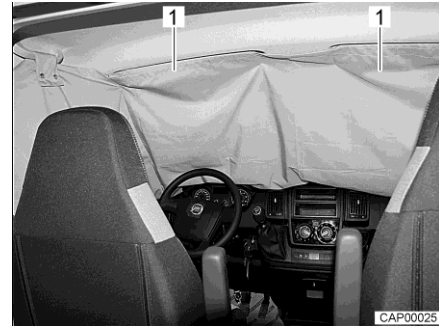

Bild 23 Mörkläggningsgardin för förarhytt på vindruta
- Skjut fickor (Bild 23,1) för mörkläggningsgardinen för förarhytten över de båda solskydden.